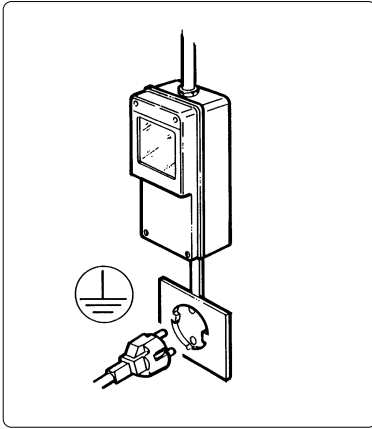

Abb. 7
- Für die ordnungsgemäße Installation muß der Netzsteckdose ein einpoliger Schalter mit einer Kontaktöffnung von zumindest 3 mm vorgeschaltet werden, der den diesbezüglichen nationalen Sicherheitsbestimmungen entspricht (siehe Abb. 7).